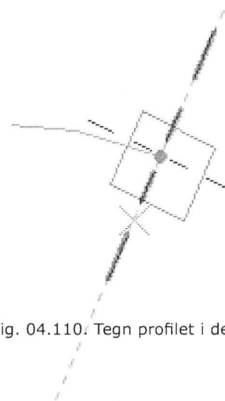

Fig. 04.110: Tegn profilet i den øverste del af stien.
- Tegn et profil i den anden ende af stien. Eksempelvis som på (Fig. 04.110).